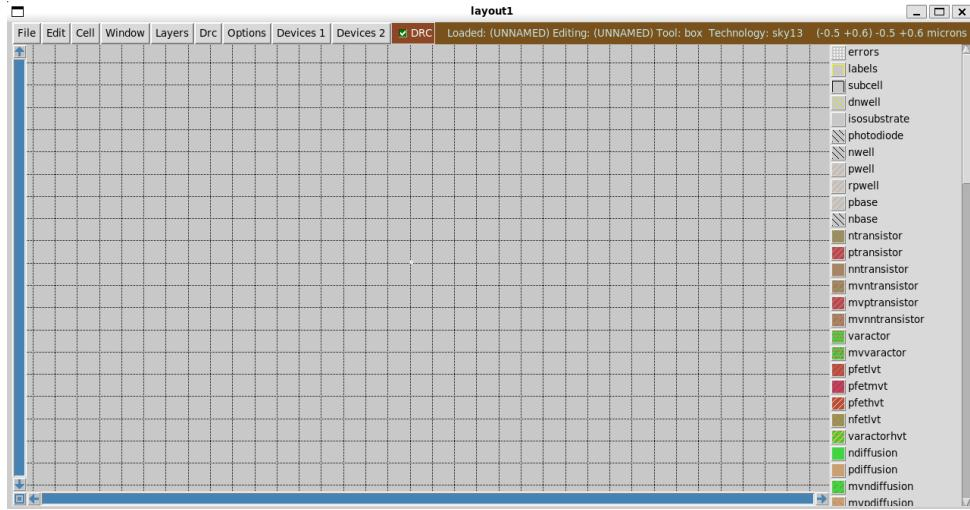

Figura 12: Resultado final: layout com a grade configurada e visível na área de trabalho.
Passo 5: Resultado final Com todas as configurações aplicadas, a grade estará visível e funcional no layout, pronta para auxiliar no desenho preciso dos componentes, como pode ser visto na Figura 12.